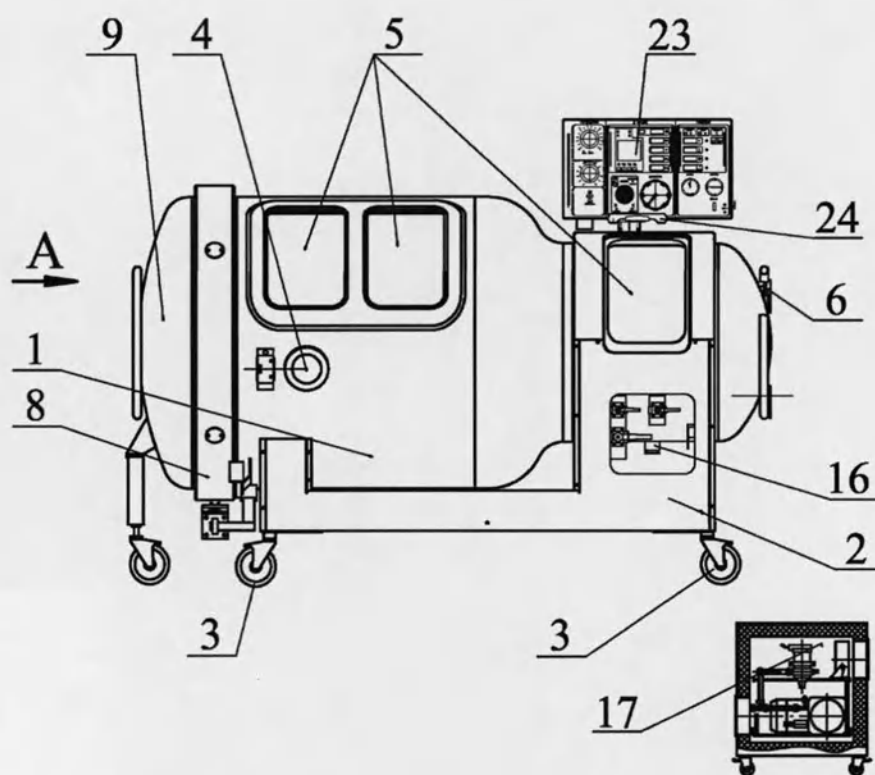
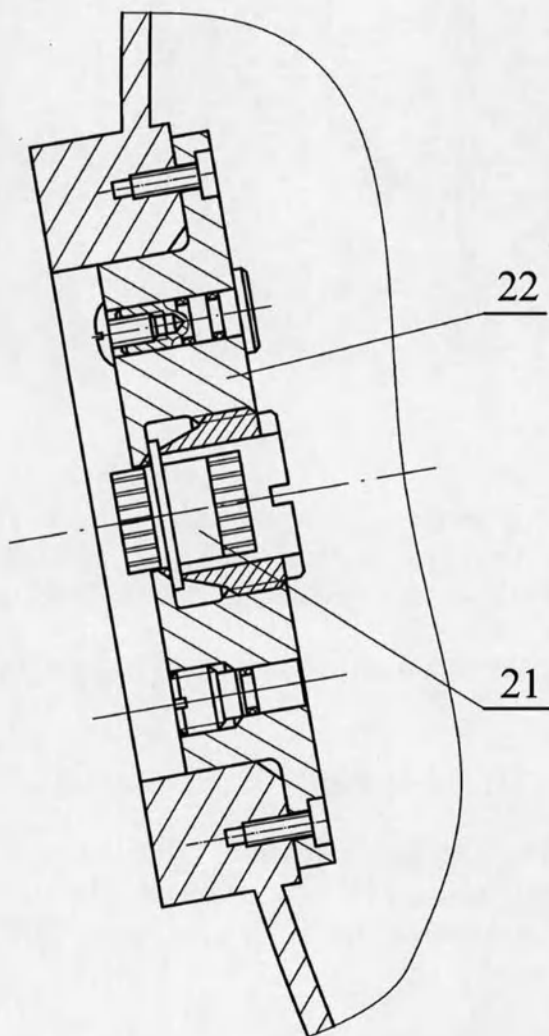

Рис.1
Рис.3
4.1. Корпус барокомплекса (рис.1) выполнен в виде цилиндра (1) переменного сечения, установленного на основании (2), имеющем четыре поворотных колеса с тормозом (3). На цилиндрической части корпуса большего диаметра расположены две заглушки (4), одна из которых с гермовводом в камеру. Корпус камеры из алюминиевого сплава выполнен сварным из цилиндров двух диаметров с переходным конусом. Иллюминаторы (5) из органического стекла. Задний торец корпуса малого диаметра замкнут выпуклым днищем с установленными в нем двумя предохранительными клапанами (6). Передний торец корпуса по большому диаметру, имеющий приварной фланец с зубьями байонетного замка, герметично закрывается крышкой (9), также выполненной в виде выпуклого днища.
Рис.1а
Корпус барокамеры с помощью болтов и гаек закрепляется на подвижном основании барокамеры. Корпус барокамеры имеет четыре патрубка (16) к которым подсоединяются трубопроводы, соединяющие камеру с пультом управления, а также, с насосным блоком Рис.2 (17 см. Рис.1). На патрубках внутри барокамеры установлены фильтры с поглотителем CO_2 , предназначенным для очистки циркулирующего кислорода или воздуха от выделяемого пациентом углекислого газа, на двух других патрубках внутри барокамеры установлены глушители (18) для снижения шума при вентиляции и вакуумировании.
Два блокировочных клапана 19 и 20 (рис. 1), закрепленные на кронштейнах, перекрывают подачу кислорода к БУГ'у при незакрытой крышке и неполностью закрытом байонетном замке. В одной из заглушек 22 (Рис. 3), находящейся на цилиндрической части большого диаметра корпуса расположен гермоввод для подсоединения диагностических приборов, датчиков контроля среды и устройства громкоговорящей связи, посредством которого осуществляется радиосвязь медперсонала с пациентом, находящимся в барокамере. В другой заглушке разместился блок аварийной сигнализации.